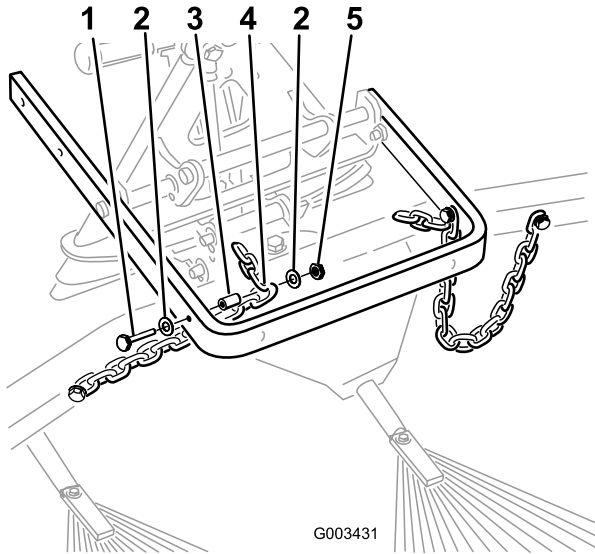

Figura 12
8. Sujete el tercer eslabón de cada cadena al interior del brazo de elevación usando un perno (3/8 x 2-1/2 pulgadas), 2 arandelas (3/8 x 7/8 pulgada), un espaciador, y una contratuerca (3/8 pulgada) (Figura 12).